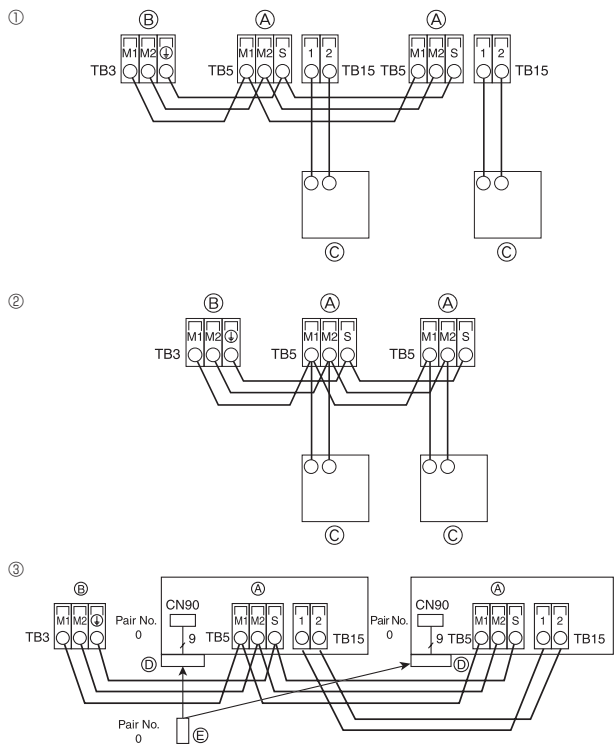

Fig. 4-5
4.4. Raccordement des câbles de la commande à distance et des câbles de transmission intérieurs et extérieurs (Fig. 4-5)
① Commande à distance MA
② Commande à distance M-NET
③ Télécommande sans fil (lors de l'installation d'un récepteur de signaux sans fil)